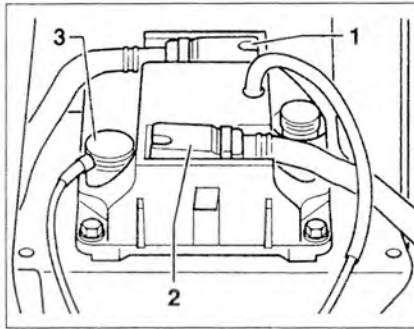

Рис. 2.72. Сначала отсоедините разъем 1, затем разъемы 2 и 3 от блока управления двигателем.
3. Сначала отсоедините разъем 1, затем разъемы 2 и 3 от блока управления двигателем (рис. 2.72).